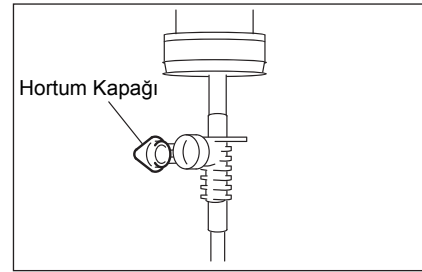

Fig.12
(2) Tüp kapağını açıp ve şişeye hava girişini sağlayın. (Fig.12)